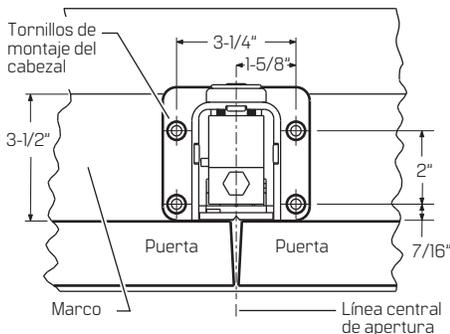

Figura 5 Instalación del cabezal (vista inferior)
- 3.1 Centre el cabezal en el marco entre y a ras de las puertas cerradas. Consulte la **Figura 5**.